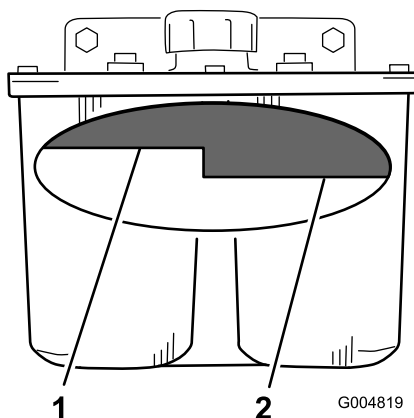

Figura 97
3. Limpe a zona em redor do tubo de enchimento do depósito hidráulico (Figura 97).
4. Retire a tampa do tubo de enchimento e observe o interior para verificar se existe fluido no reservatório (Figura 97).
Nota: O nível do fluido deve encontrar-se no cimo do nível quente do abafador, quando o fluido está quente (Figura 97).